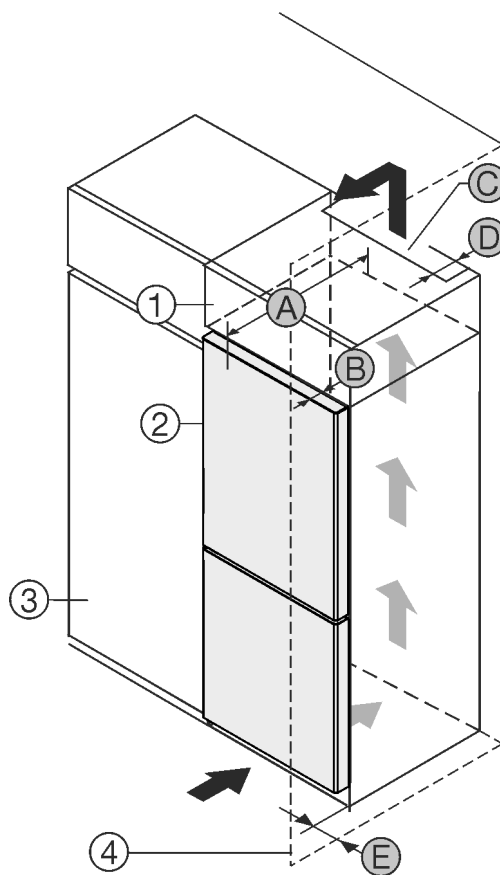

Fig. 1
Zariadenie postavte priamo vedľa kuchynskej skrine Fig. 1 (3).
Na zadnej strane nadstavnej skrine musí byť vetracia šachta s hĺbkou Fig. 1 (D) cez celú šírku nadstavnej skrine.
Pod stropom miestnosti sa musí dodržať prierez vetracieho otvoru Fig. 1 (C).
Ak je zariadenie umiestnené so zavesením vedľa steny Fig. 1 (4), vzdialenosť medzi zariadením a stenou musí byť minimálne 13 mm.
Ak je zariadenie umiestnené so zavesením vedľa steny Fig. 1 (4), vzdialenosť medzi zariadením a stenou musí byť minimálne 20 mm.
Pre úplné otvorenie dvier musí zariadenie vyčnievať o hĺbku dvier Fig. 1 (B) prednej časti kuchynskej skrine. V závislosti od hĺbky kuchynských skriň Fig. 1 (3) a použitia dištančných držiakov na stenu môže zariadenie prečnievať ešte viac.